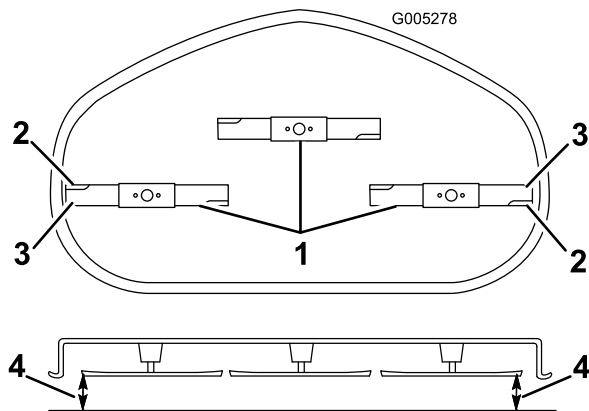

Figure 40
5. Tournez prudemment les lames pour qu'elles soient parallèles dans le sens transversal (Figure 40). Si les deux mesures diffèrent de plus de 5 mm, un réglage s'impose. Poursuivez la procédure.
6. Mesurez la distance entre les tranchants extérieurs et le sol plat (Figure 40). Si les deux mesures diffèrent de plus de 5 mm, un réglage s'impose. Poursuivez la procédure.